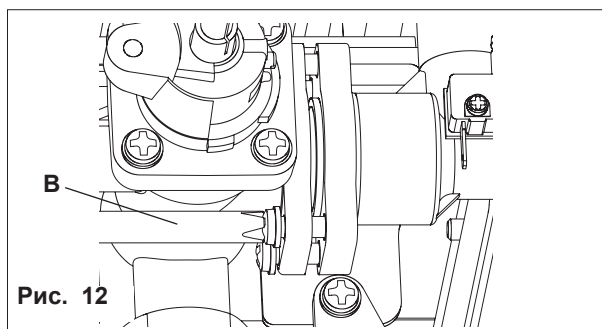

Рис. 12
- открутить 4 винта (В) на газовом клапане (рис. 12);